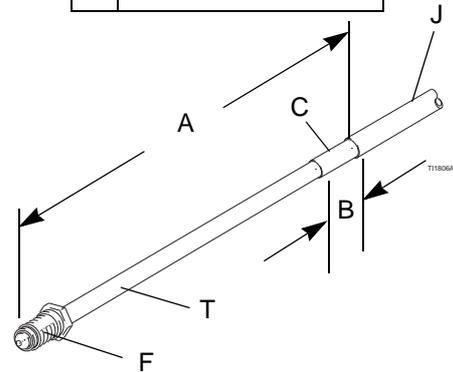

FIG. 6. Abmessungen für Schläuche für Materialien auf Wasserbasis
2. Damit der Materialschlauch richtig dichtet, muss er abgemantelt und mit den in FIGURE 6 angegebenen Maßen zusammengesetzt werden. Auf den inneren Schlauch (T) des Schlauchs dielektrisches Schmiermittel auftragen. Den Stutzen (F) auf das Rohr (T) schieben. Den Steckstutzen (G) in das Rohr drücken, bis Ränder auf das Rohr stoßen. Ein neuer Graco-Schlauch für Materialien auf Wasserbasis ist bereits mit den richtigen Abmessungen vormontiert.